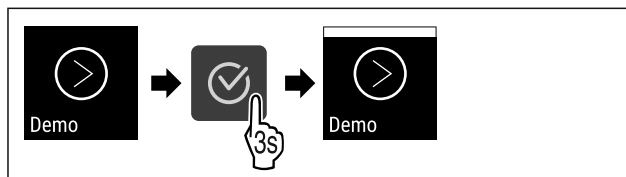

Fig. 123
- ▶ Végezze el a gyakorlati lépéseket (lásd Fig. 123) .